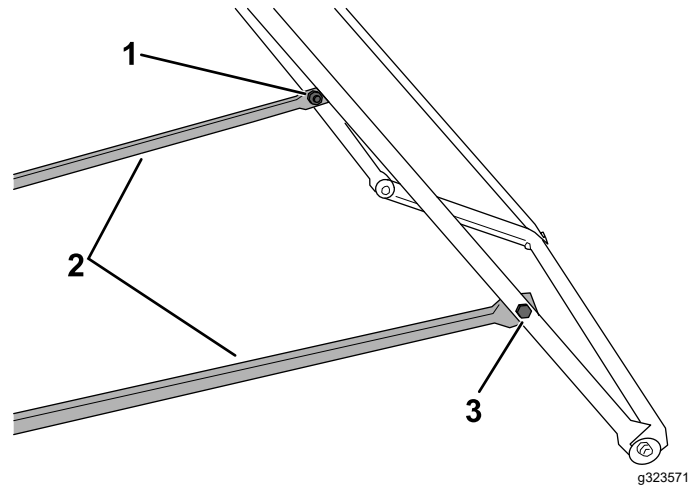

Figure 8
- Montez les 2 montants arrière sur les tubes latéraux du cadre (Figure 8).